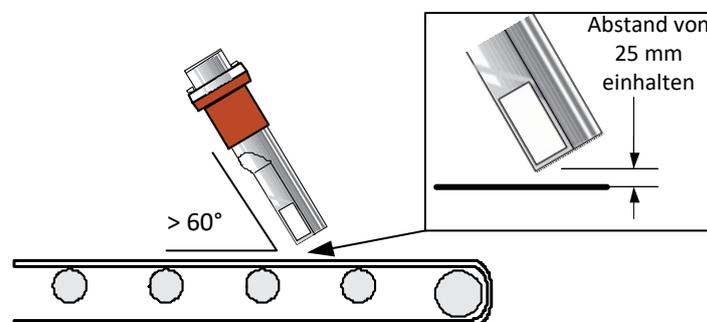

Abbildung 11: Hydro-Probe um 45° angewinkelt, um Materialablagerungen zu reduzieren
- Das Gehäuse des Hydro-Probe kann in einem Winkel zwischen 90° und 60° zum Förderband eingebaut werden, um Materialablagerungen zu minimieren. Dabei muss aber der Winkel von 45° zum Materialfluss und der Abstand von 25 mm zum Förderband eingehalten werden (siehe Abbildung 11).